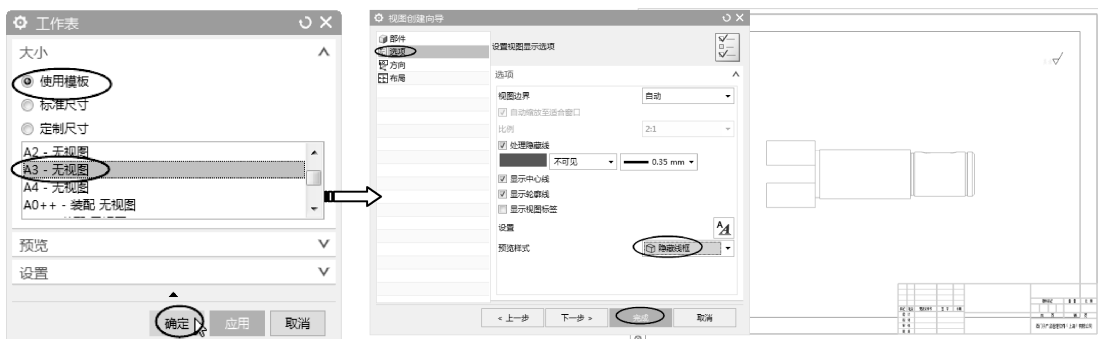

图 10-56 创建主视图
- 03 在【主页】选项卡中单击【新建图纸页】按钮，然后按如图 10-56 所示的操作步骤建立主视图。